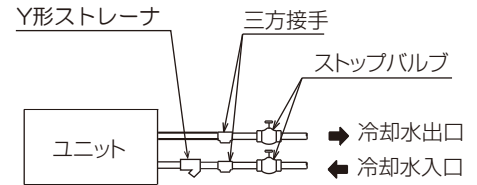

図3
- ・ ストップバルブと水側熱交換器洗浄のための三方接手を冷却水出入口配管に取付けてください。(図3)
- ・ 異物混入防止のため入口配管にストレーナーを取付けてください。(図3)
- ・ 空気のたまる危険があるところには空気抜き弁を設けてください。(図3)